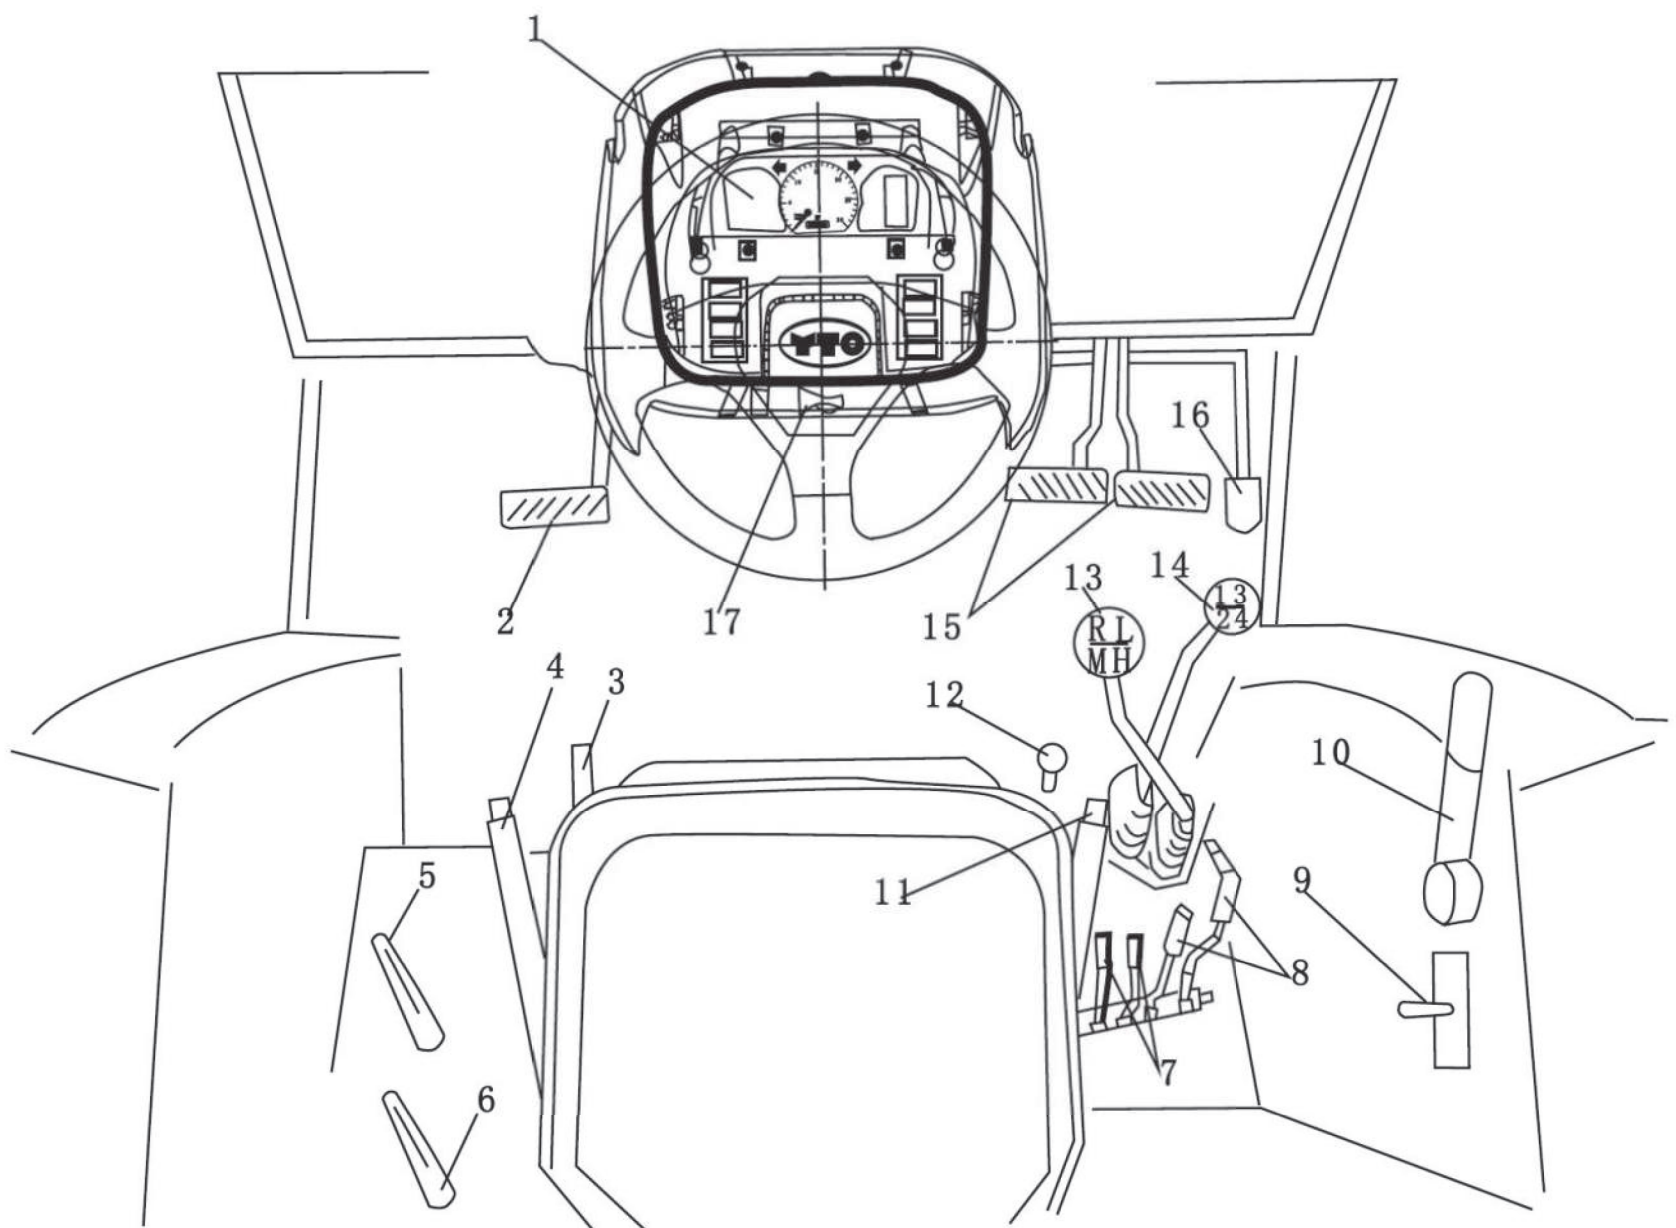

Figura 4-1 Manijas de operación, pedales y botones
(Ver figura 4-1)
- (1) Antes de arrancar el motor, confirme que el motor esté correctamente conectado y que el acelerador funcione sin problemas, agregue suficiente refrigerante según sea necesario, examine si el nivel de aceite del motor está bien, si las conexiones de los tubos de bifurcación están apretadas y si hay alguna fuga.
- (2) Encienda la fuente de alimentación (debajo de la escalera derecha).
- (3) Cambie la palanca de transmisión 13, la manija de operación del embrague 9, el eje de operación del eje de salida de potencia 5 y la manija de operación del eje delantero 6 a la posición neutral y cambie la manija del elevador 8 a la posición descendente (vea la figura 4-1).
- (4) Coloque el mango del acelerador manual 6 en el medio (consulte la figura 4-1).
- (5) Gire la llave de contacto a la posición "LOCK".